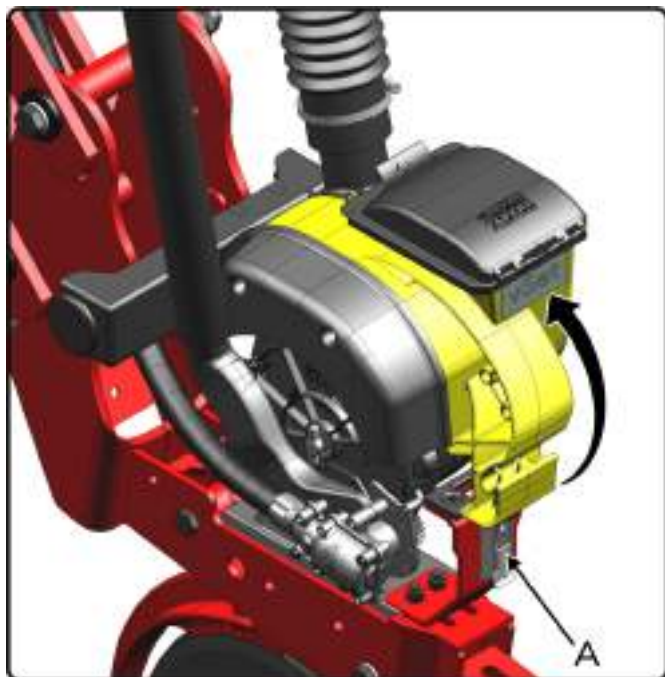

fig. 74
- 1- Solte o grampo de fixação (A) (fig. 74).
- 11- Monte a estrutura do dosador na linha, e prenda novamente com o grampo de fixação (A) (fig. 74).